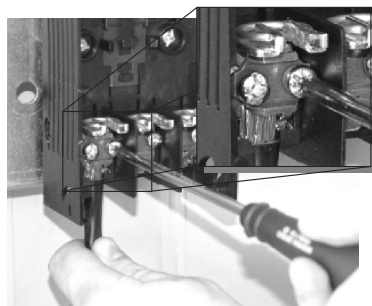

Figura 12
- Fije los conductores (Figura 12);